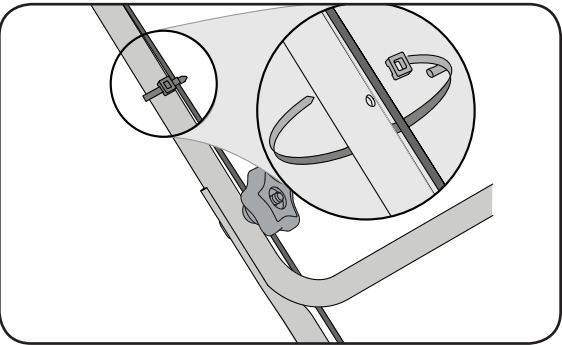

Figure 3-4
4. Enfoncez le taquet de l'attache-câble dans le trou aménagé dans le guidon inférieur. Serrez l'attache-câble et coupez le surplus. Voir la Figure 3-4.